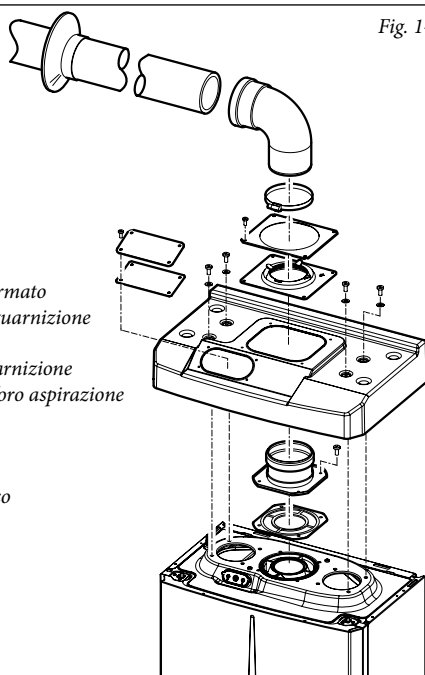

Fig. 1-12
• **Montaggio kit copertura (Fig. 1-12).** Smontare dai fori laterali rispetto a quello centrale i due tappi e le guarnizioni presenti, quindi coprire il foro di aspirazione destro con l'apposita piastra fissandola sul lato sinistro con 2 delle viti precedentemente smontate. Installare la flangia Ø 80 di scarico sul foro più interno della caldaia interponendo la guarnizione presente nel kit e serrare con le viti in dotazione. Installare la copertura superiore fissandola con le 4 viti presenti nel kit interponendo le relative guarnizioni. Innestare la curva 90° Ø 80 con lato maschio (liscio), nel lato femmina (con guarnizioni a labbro) della flangia Ø 80 sino a portarla in battuta, infilare la guarnizione facendola scorrere lungo la curva, fissarla tramite la piastra in lamiera e stringere mediante la fascetta presente nel kit facendo attenzione di fermare le 4 linguette della guarnizione.